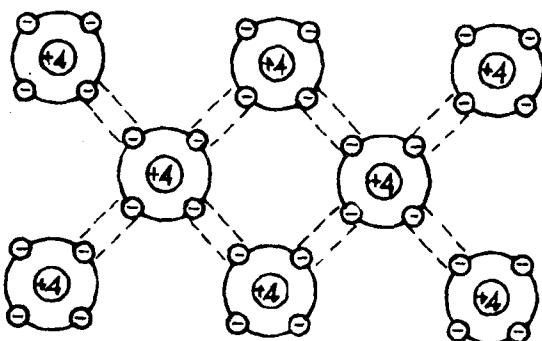

图 1-4 锗(硅)晶体的共价键结构
(1) 锗和硅等半导体材料都是晶体结构，但是原子排列是无规律、不整齐的，只有经过一定工艺过程才能变成排列整齐的单晶体。当单晶体还没有掺入其它元素时，我们称它为本征半导体，就是纯净半导体。图 1-4 为锗(硅)晶体中原子排列的平面示意图。
个电子可以分别从周围的4个原子那里各“借”来一个电子。这样，每个原子之间就有一对共用的电子，这两个电子既能出现在自身的原子轨道上，也时常出现在相邻的另一个原子的轨道上。我们把这两个共用的价电子所形成的组合叫做共价键。用虚线连结两个价电子，如图1-4形成共价键。每个原子受邻近四个原子的束缚，四个价电子彼此象手拉手似的联结在一起，组成四个共价键。共价键象纽带一样地将排列整齐的原子紧密地联结在一起，在绝对零度时，没有光和热的激发，共价键中的价电子是不能成为自由电子，所以不能自由移动。因此本征半导体在绝对零度时的特性相当于绝缘体，不能导电。